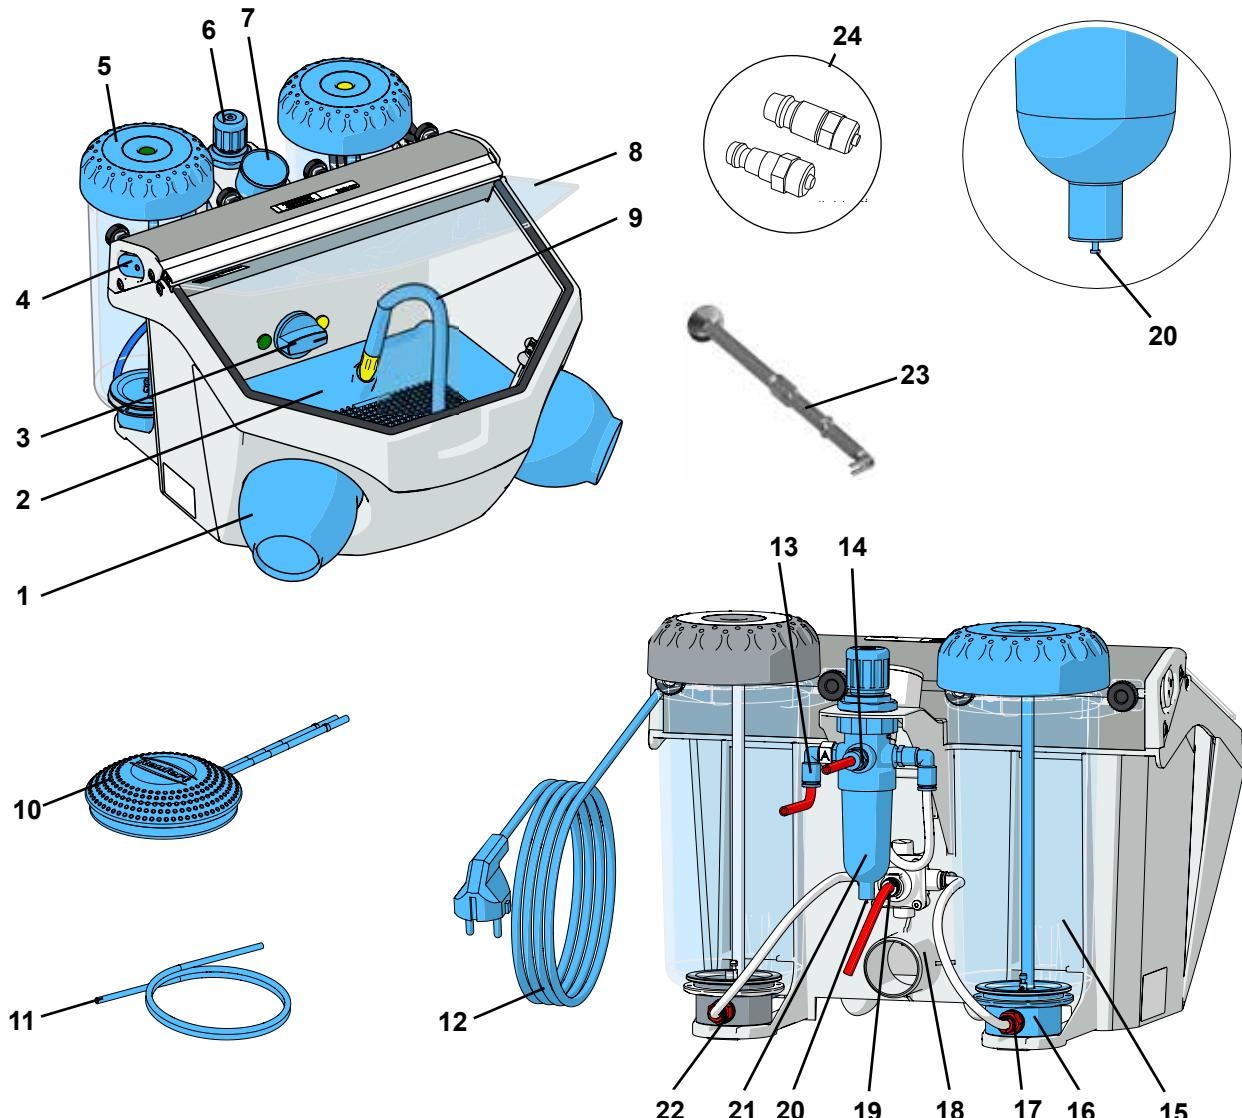

Fig. 1
- ⇒ Srotolare il cavo di rete (12, Fig. 1).
- ⇒ Inserire il tubo flessibile dell'aspiratore sul tubo d'aspirazione (18).